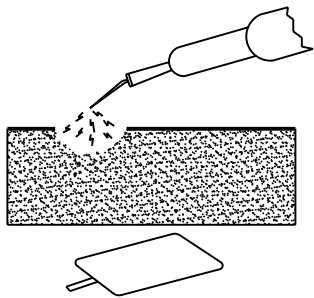

Figura 9: Coagulación monoterminal
- Coagulación monoterminal – Usa la placa dispersiva de paciente (también denominada “electrodo de retorno” o “electrodo indiferente”) como se ve en la figura 9.